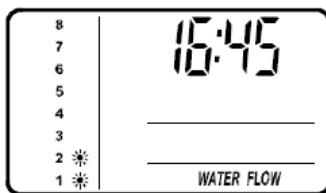

FIG. 13
- Apasati butonul "SELECT" inca o data pentru terminarea programarii initiale si pentru intoarcerea la display-ul normal, afisarea orei curente(vezi FIG. 13).